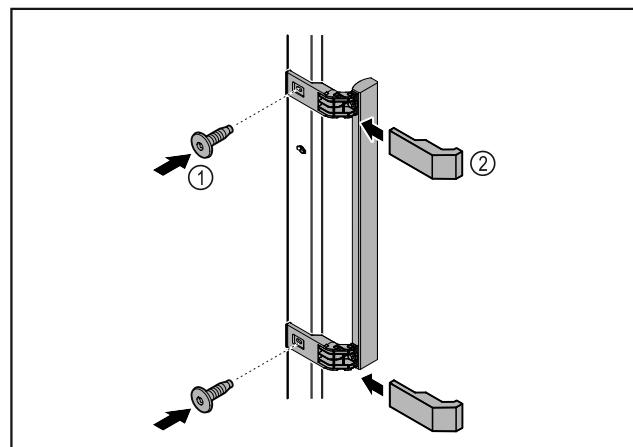

Fig. 7
- Montirajte ručku iz vrećice s priborom s pomoću priloženih vijaka Fig. 7 (1) na vrata.
- Postavite pokrov Fig. 7 (2).